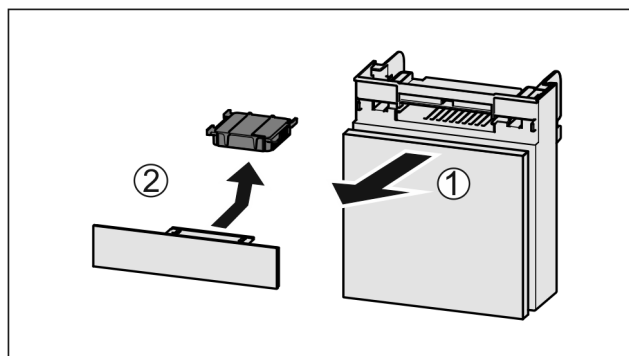

Fig. 102
- ▶ Zásuvku vytáhněte dopředu Fig. 102 (1).
- ▶ Filtr s aktivním uhlím vyjměte Fig. 102 (2).